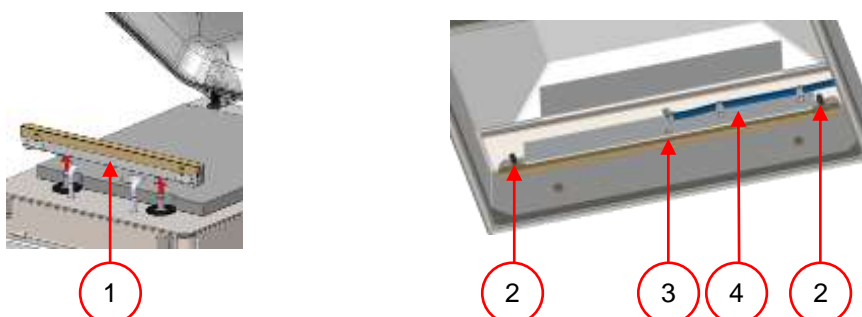

Figure 17: Enlèvement de la barre de soudure
- Sur les machines avec un couvercle transparent, les barres de soudure sont montées sur des cylindres de soudure (Figure 17:1). Sur les machines avec un couvercle en métal, les barres de soudure sont montés dans le couvercle (Figure 17:2 t / m 4)